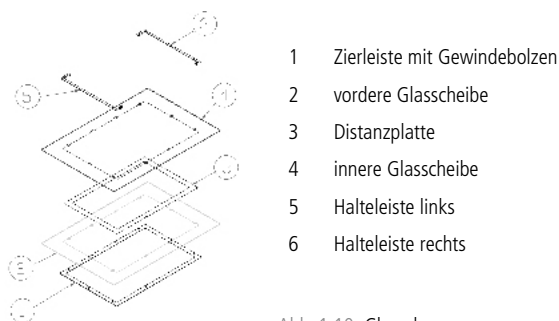

Abb. 1.10 Glasrahmen
- Entfernen Sie die Halteleisten (s. Abb. 1.10, Pos. 5 und 6).
- Entfernen Sie die Distanzplatte (Abb. 1.10, Pos. 3). Behandeln Sie diese Scheibe mit der gleichen Sorgfalt wie die Glasscheiben.